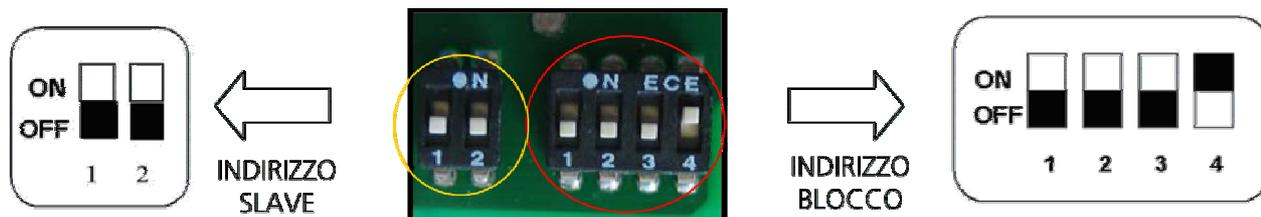

Figura 36
3. Provvedere ad alimentare elettricamente (230 Vac - 50 HZ) ogni CALDAIA che compone la batteria. Come indicato in Figura 36, per settare l'indirizzo del blocco ci si dovrà riferire all'interruttore posizionato a destra (jumper J17), mentre per le singole slave (singoli bruciatori) si agirà sull'interruttore di sinistra (jumper J10).